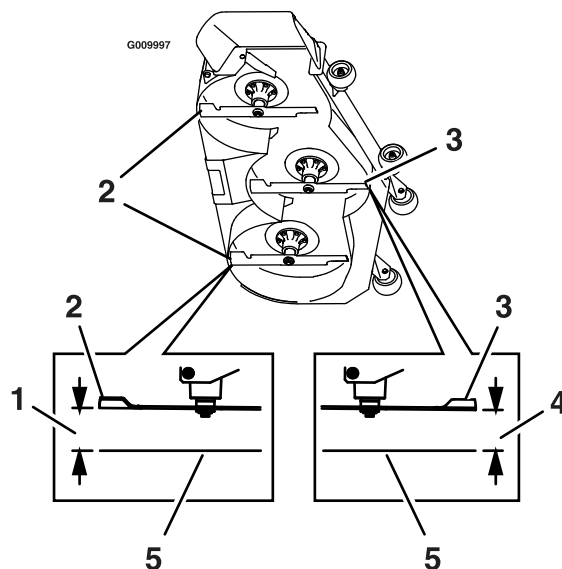

Figura 84
8. Mida desde la superficie nivelada hasta la punta delantera de la cuchilla central (**Figura 84**).